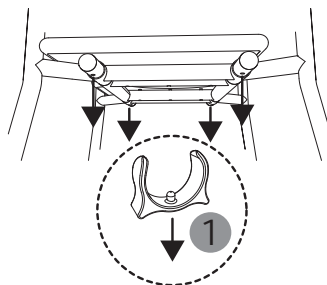

fig. 22
1. Retirez les quatre clips de fixation des tubes enfichables (1, fig. 22).